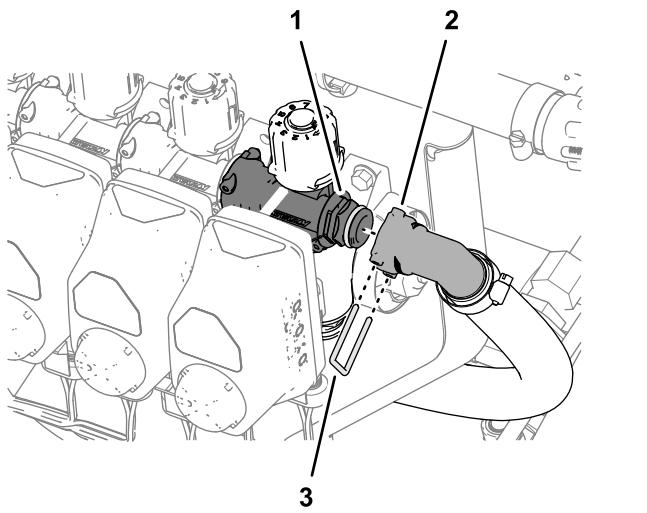

Bild 112
2. Befestigen Sie das Schnellanschluss-Anschlussstück des Überlaufschlauchs am Schnelltrennanschlussstück des Sicherheitsventils am Düsenventil 10 (Bild 112).
3. Befestigen Sie die Schnelltrennanschlussstücke für den Überlaufschlauch und das Sicherheitsventil mit dem Halter (Bild 112).